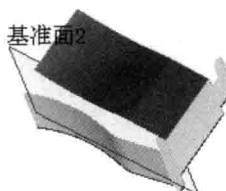

图 1.13 斜接法兰 2
Step5. 创建图 1.13 所示的钣金特征——斜接法兰 2。选择下拉菜单 **插入(I)** →